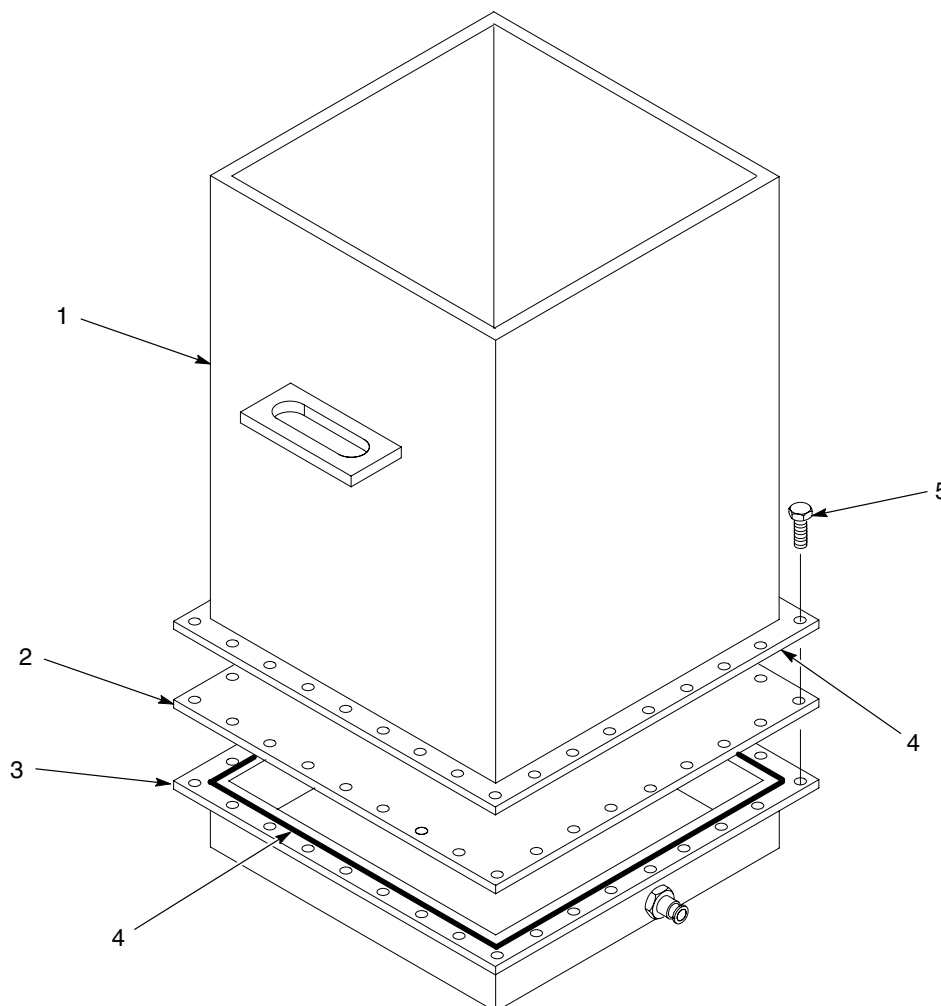

Figura 8-14 Înlocuirea plăcii de fluidizare a buncărului de alimentare de 50 lb
2. A se vedea Figura 8-14. Desfaceți șuruburile (5) care fixează corpul (1) de camera de distribuție (3). Ridicați corpul de pe camera de distribuție.
3. Scoateți și aruncați placa de fluidizare veche (2).
5. Verificați garniturile inelare (4) de pe corp și flanșele camerei de distribuție și asigurați-vă că sunt montate bine în fantele flanșelor.